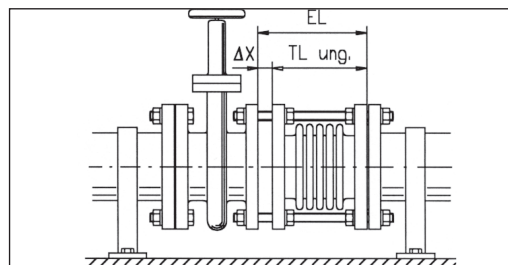
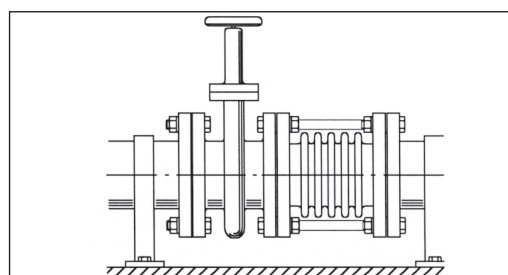

Bild 18
Bild 19
- Ausbalkupplung auf einer Seite an das Rohrende anflanschen (Bild 18). Auf der anderen Seite entweder mit verlängerten Schrauben (unverspannt) oder mit mitgelieferten Gewindestangen (verspannt) an die Komponenten (Ventil, Absperrschieber, Pumpen etc.) heranziehen (Bild 19). Im montierten Zustand ist die Ausbalkupplung gespannt (Bild 19).